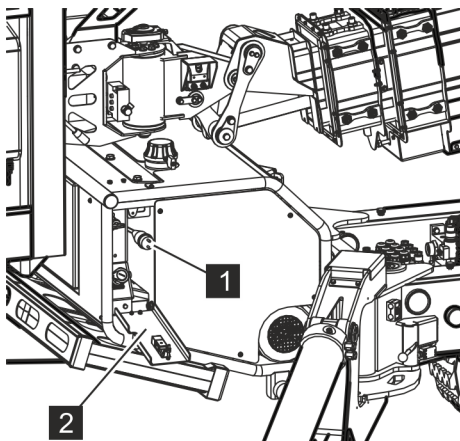

Abb. 45: Stromanschluss
1. ➤ Abdeckung (Abb. 45/2) öffnen.
2. ➤ Stecker (Abb. 45/1) mit einem Verlängerungskabel verbinden. Dabei die maximalen Kabellängen beachten (☞ „Kabellängen“ auf Seite 42).